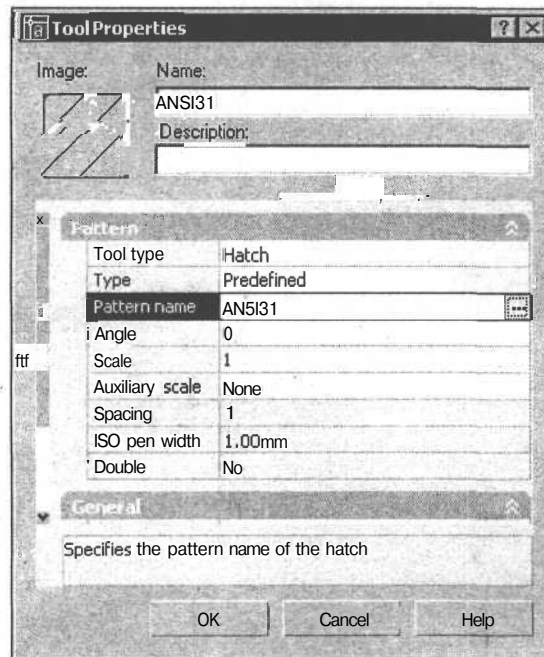

Рис. 8.22. Диалоговое окно настройки свойств образца штриховки
- Щелкните правой кнопкой мыши на пиктограмме штриховки, расположенной на палитре, и в появившемся контекстном меню выберите **Properties** (Свойства объекта) (рис. 8.21). Появится диалоговое окно **Tool Properties** (Свойства инструмента) (рис. 8.22).